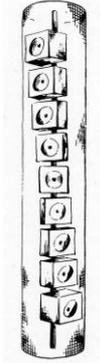

図 7
- 図 7 はスピーカーユニットの方向を変えて干渉を防ごうとしています。「バーバーポール(床屋のねじり棒)」と呼ばれています